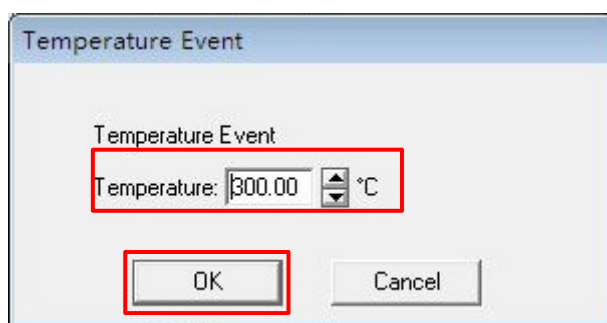

图 7
3.2.3.4 提示输入特定的温度值，点击“OK”。表示 TGA 达到此温度点时，IR 开始数据采集。如图 7 所示。